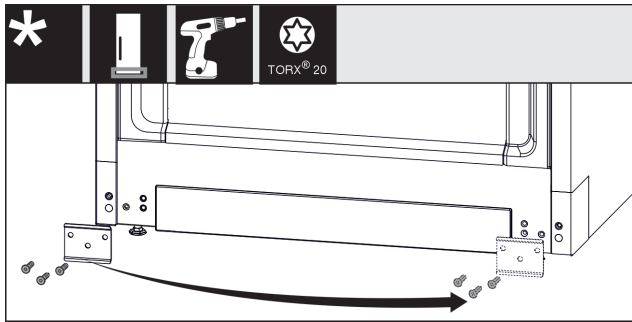

Fig. 16
- Lironi vidat e llamarinës Fig. 16 (1), kthejeni atë në anën tjetër dhe mbërthejeni sërish me vida.